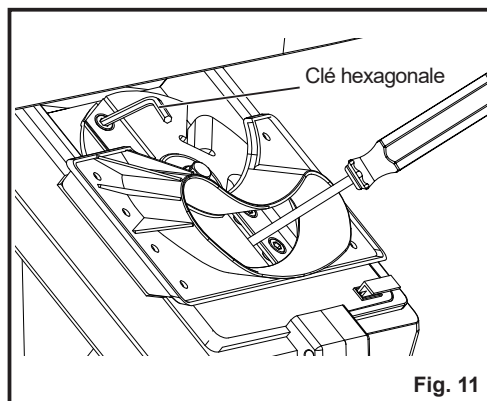

Fig. 11
- Utilisez la clé hexagonale fournie pour desserrer et retirer les 2 boulons intérieurs à tête hexagonale. Veuillez noter la position de l'angle de coupe de la lame (Fig. 11).